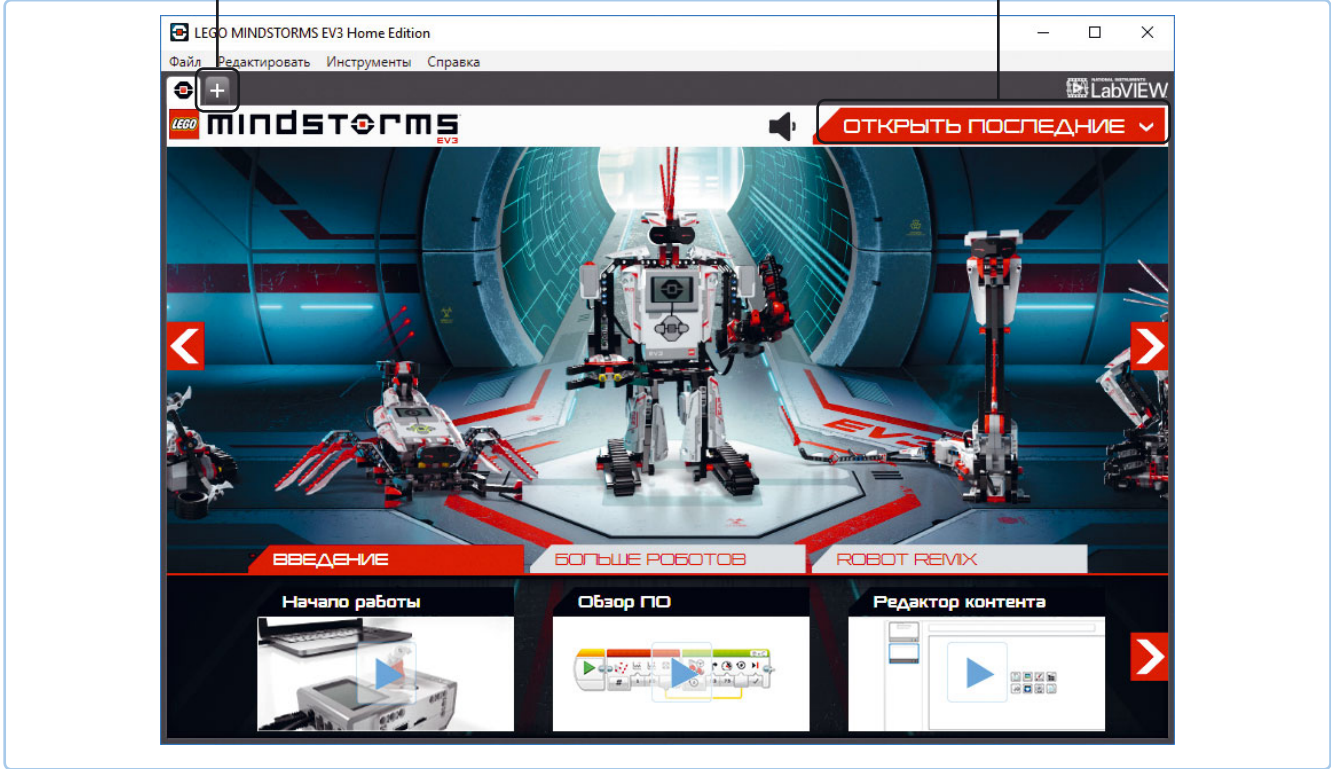

Рис. 3.2. Программное лобби EV3. Нажмите на символ +, чтобы начать новый программный проект
3. Создайте проект новой программы, щелкнув мышью по кнопке + в левой верхней части экрана, как показано на рис. 3.2.
Чтобы открыть проект, сохраненный ранее, выберите команду меню **Файл** ▶ **Открыть проект** (File ▶ Open Project) или используйте раскрывающийся список **Открыть последний** (Open Recent) на начальном экране-лобби (см. рис. 3.2) и найдите файл проекта (как правило, они хранятся в каталоге `\Users\ваше_имя\Documents\LEGO Creations\MINDSTORMS EV3 Projects`).